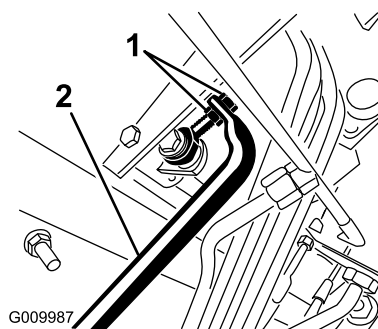

Figura 67
4. Regolate i controdadi dal lato asta della pompa per muovere in avanti il tubo di controllo della pompa ed eliminare lo spostamento in avanti, o per muoverlo indietro ed eliminare lo spostamento indietro (Figura 67).